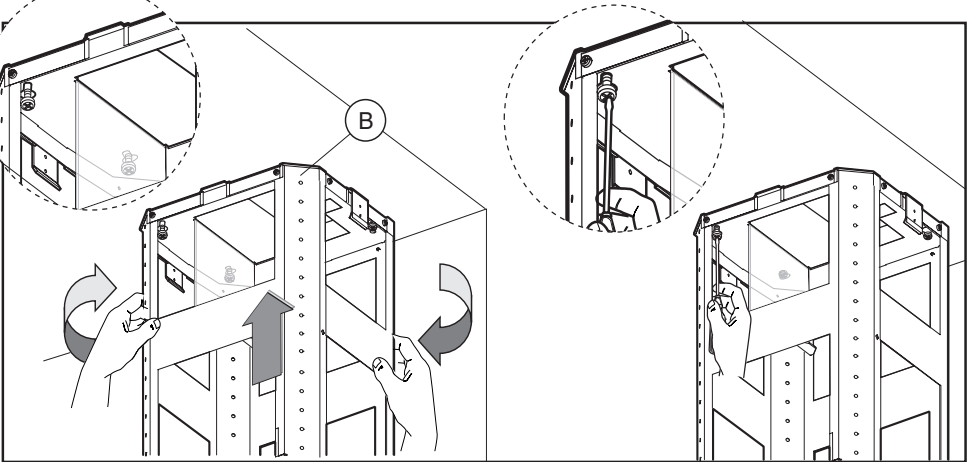

Fig.4
- Neem het bovenste deel van structuur **B** (afb.4) en plaats het op de 3 niet volledig vastgedraaide schroeven, in overeenstemming met de 3 sleuven.
Maak een kleine draai beweging om het deel vast te zetten (afb.4).